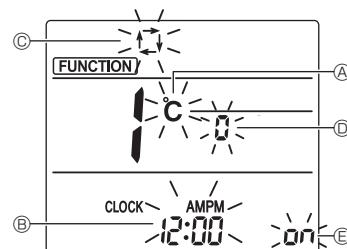

Fig. 7-10
- Pulse el botón **↓** ④ para cambiar el n.º de función.
3. Compruebe que se muestra la función N.º "1", y luego pulse el botón **[SET]** ⑤.
- Se visualizará la pantalla de configuración de la visualización. (Fig. 7-10)